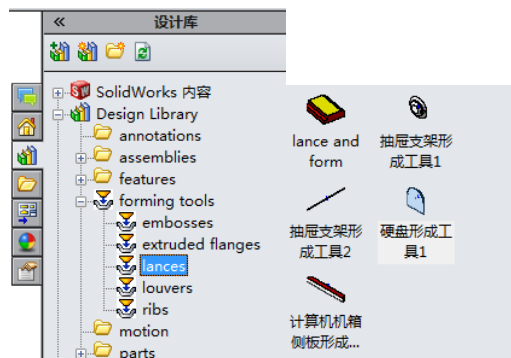

图 10-141 已保存成形工具
单击系统右边的“设计库”按钮，根据图 10-141 所示的路径可以找到保存的成形工具。
①单击系统右边的“设计库”按钮，根据图 10-141 所示的路径可以找到成形工具的文件夹“lances”，找到需要添加的“硬盘成形工具 1”，将其拖放到钣金零件的侧面上。